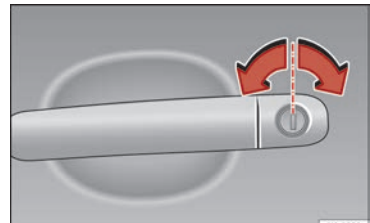

Bild 3 Förardörrens handtag med låscylinder.
- Sätt i nyckeln i låset för att låsa eller låsa upp fordonet » **bild 3**.